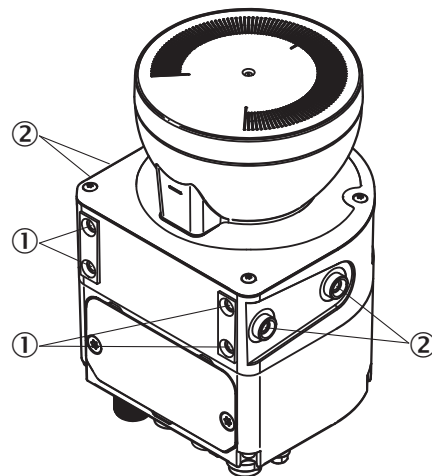

Abbildung 48: Sicherheits-Laserscanner direkt montieren
- ① Rückseitige M5-Gewindebohrung
- ② Seitliche M5-Gewindebohrung
- ▶ Zur Direktmontage entweder die rückseitigen oder die seitlichen M5-Gewindebohrungen verwenden, siehe Abbildung 48, Seite 71.